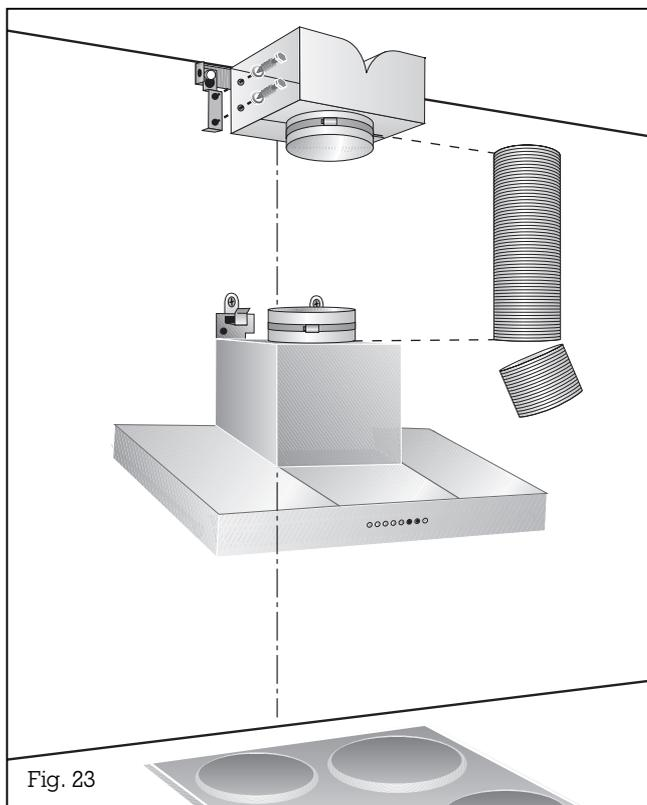

Fig. 23
- Tagliate il tubo flessibile alla lunghezza giusta e fissatelo con le fascette (Fig. 23).